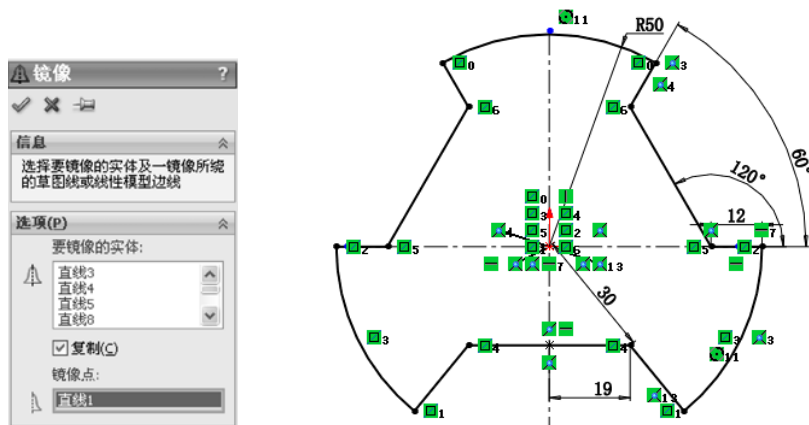

图 2-111 镜像实体图形
(6) 镜像图形。单击“草图”工具栏中的  (镜像实体) 按钮, 选择竖直轴线右侧的实体图形作为复制对象, 镜像点为竖直中心线段, 进行实体镜像, 镜像实体图形如图 2-111 所示。